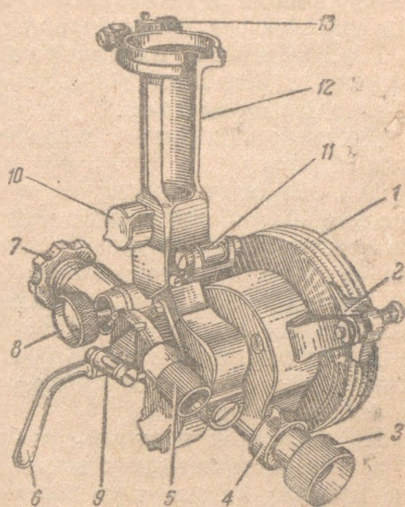

Рис. 49. Прицел:
В корзинку 12 (рис. 49) вставляется панорама; корзинка имеет опорный конус, на который своим коническим желобком опирается панорама, и прилив, в гнезде которого помещается выступ панорамы. Вставленная панорама закрепляется нажимным винтом 13. У основания корзинки имеется гнездо, в которое вставлена защёлка 10 панорамы, удерживающая панораму за её крючок.
Корзинка панорамы имеет упругий наlobник, предохраняющий лицо наводчика от удара при движении и стрельбе (на рис. 49 наlobник не показан).
Боковой уровень 9 (рис. 49) служит для учёта углов места цели при не прямой наводке.
Поперечный уровень 11 (рис. 49) служит для установки прицела в вертикальной плоскости и для устранения влияния наклона оси цапф люльки.
- а) отпустить рукоятку 6 (рис. 49) на несколько оборотов;
- в) повернуть выключатель 4 эксцентриковой втулки (рис. 49) и вывести тем самым червяк из зацепления с червячным колесом; вынуть стебель прицела вверх.